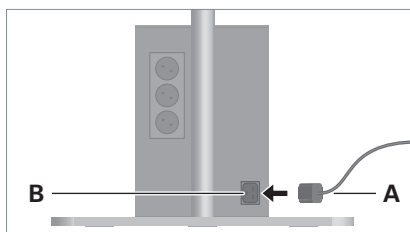

Fig. 10: Raccorder le luminaire.
- Insérez le connecteur femelle **A** dans la fente **B** de l'unité d'alimentation, voir Fig. 10.